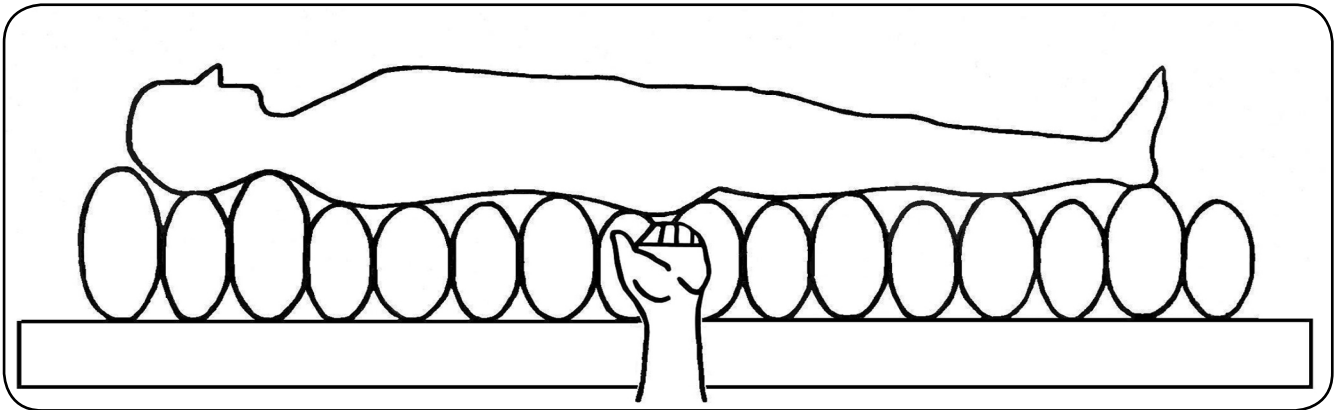

Abbildung 11
10. Kontrollieren Sie jetzt den eingestellten Druck mit dem Handtest. Schieben Sie die flache Hand zwischen das Gesäß des Patienten und der entlüfteten Zelle der Wechseldruckmatratze. Zur optimalen Lagerung muss zwischen Gesäß und der entlüfteten Zelle ein Abstand von ca. 3-4 cm sein (siehe Abbildung 11).